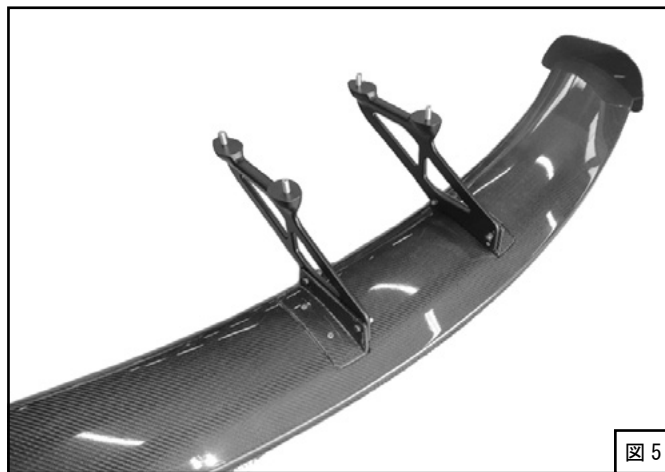

図5
- (5) ウイング本体にマウントブラケットを取付けてください。(図4、図5) (締付けトルク: $10\text{N}\cdot\text{m}$ { $1.0\text{kgf}\cdot\text{m}$ })